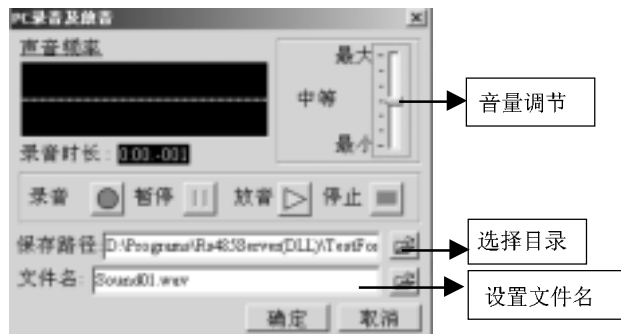

图 5.12 录音对话框
8. 点击如图 5.9 界面中的“”按钮, 弹出如图 5.12 所示的录音对话框。
9. 在如图 5.12 所示的录音对话框点击“”即可开始录音。录制语音段的长度不可超过 15 秒。(录音时需麦克风插在 PC 机声卡的麦克风的输入端。)